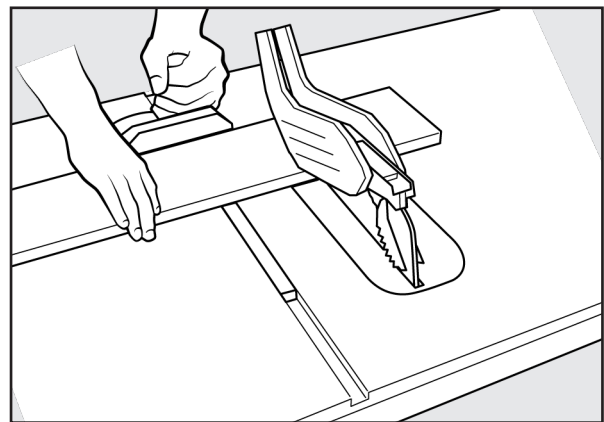

FIGURA 17
8. Sujete la pieza de trabajo horizontalmente sobre la mesa y contra la guía (A). La pieza de trabajo debe tener un borde recto contra la guía y no debe estar deforme, torcida ni doblada. Puede observar la posición correcta de las manos en la Figura 17.
Para realizar un corte transversal, consulte la Figura 17 y siga este proceso: